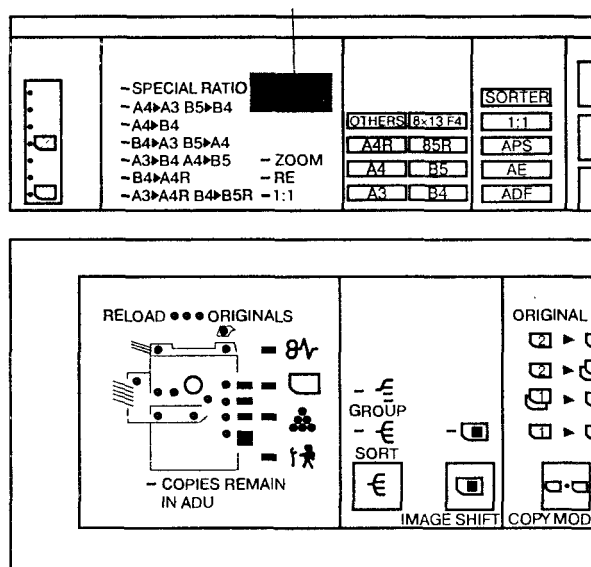

Рис. 2.2
2. Предупредительная сигнализация (код Р) (рис. 2.2).